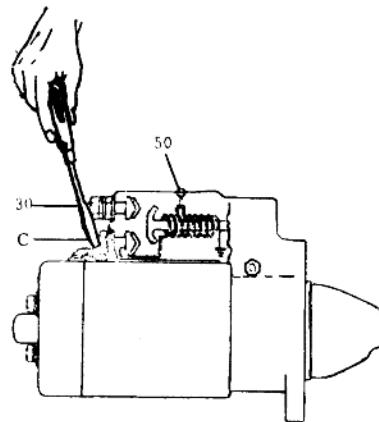

图 1-3 短接联动继电器
④如果起动机仍不能正常运转，可用起子瞬时短接联动继电器的上下粗接柱（图 1-3，接线柱 30 和接线柱 C），听起动机是否转动，看起子上的火花。
①起动机能转动，说明故障在联动继电器，其原因是继电器线圈断路或烧毁，或触点接触不良。
②起动机不能正常运转，说明起动机有故障。
③如果起子搭接时无火花，说明起动机的磁场线圈、电枢线圈有断路现象。